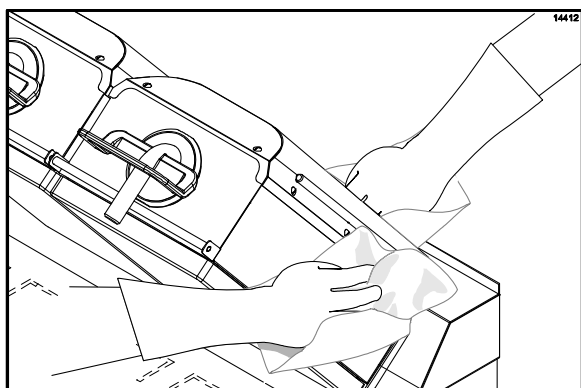

Figura 62
32. Enxágue as superfícies da frente, laterais e posteriores dos platen com pano limpo e umedecido em sanitizante, do platen direito ao esquerdo. (Veja a Figura 62.)